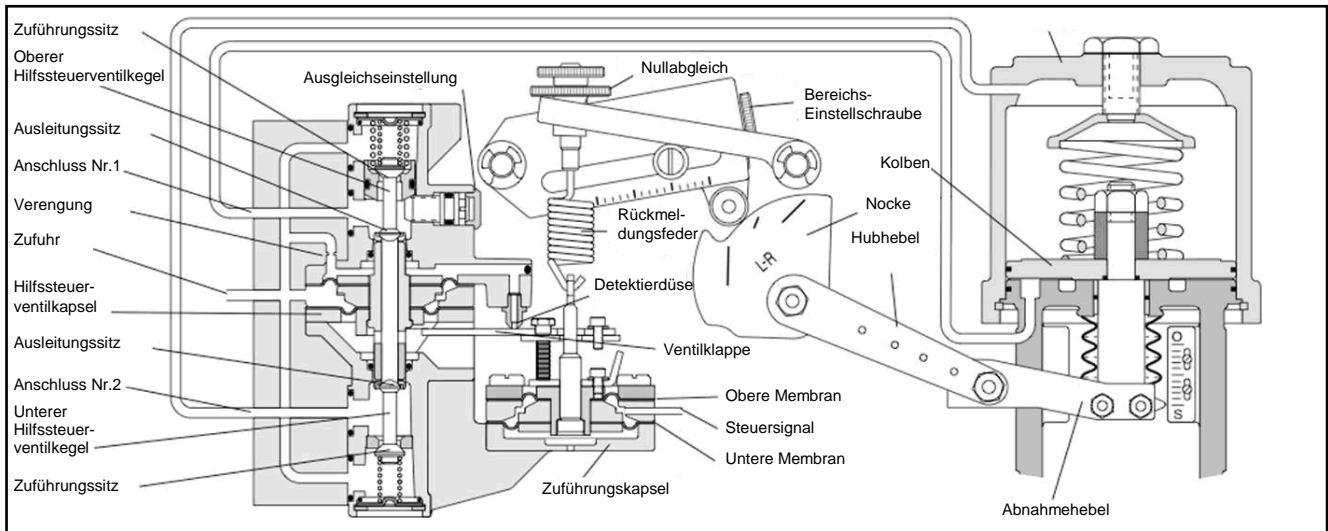

Abbildung 1: XL-Stellungsregler (Schema für pneumatisch öffnende Konfiguration)
Die Zeichnung (Abbildung 1) des Stellungsreglers zeigt einen Stellungsregler der Baureihe XL, der für doppelt wirkenden Betrieb an einen Linearantrieb angeschlossen ist. Die Zugspannung der Rückmeldungsfeder sorgt für eine Rückmeldung an den Stellungsregler, die je nach sich ändernder Spindelposition variiert. Die Federkraft wird über die Rückmeldeverbindung und den Nocken zur Zuführungskapsel des Stellungsreglers übertragen.
1. Die Spindelklemme, wie in Abbildung 1 gezeigt, mit dem Buckel auf der rechten Seite auf die Antriebsspindel setzen.